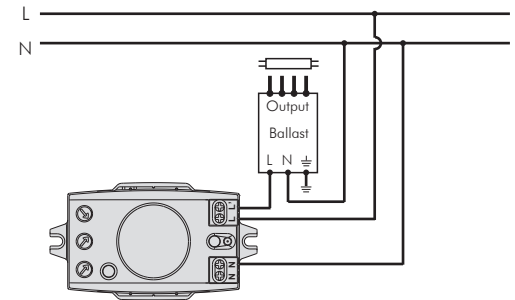

FIG.10
6.2.2 A relier au ballast (voir fig. 10)